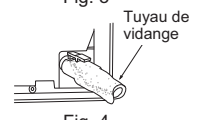

Fig. 4
- Insérez complètement le tuyau de vidange dans le bac de vidange sur le côté arrière droit de l'unité interne. (Fig. 4)
- Insérez le tuyau de vidange dans le manchon d'ouverture murale (C) et fixez la partie supérieure de l'unité interne sur le gabarit d'installation (1). Déplacez ensuite l'unité interne complètement vers la gauche pour faciliter le placement de la tuyauterie à l'arrière de l'unité.